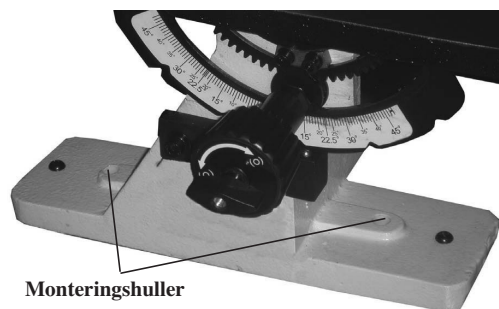

Fig. 01
4. Juster slibemaskinens base over hullerne og fastgør den med fire 8 mm bolte (eller større) og møtrikker. (Se fig. 01)